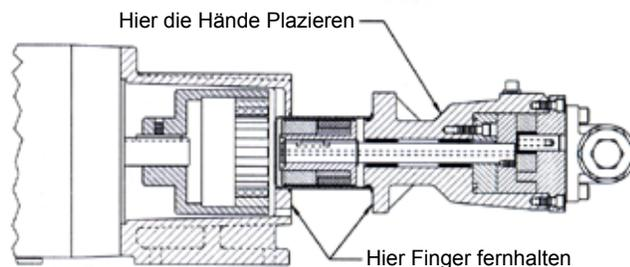

ABBILDUNG 30
**Halten Sie die Finger von der Vorderseite des Pumpenbefestigungsflansches fern. Richten Sie den Spalttopf mit der Bohrung in dem Lagerbock aus und schieben Sie ihn vorsichtig ein. Die Einheit zieht sich schnell von selbst ein. Achten Sie darauf, daß sich Ihre Finger nicht an den gefährlichen Stellen befinden. (Siehe **Abbildung 30**).**